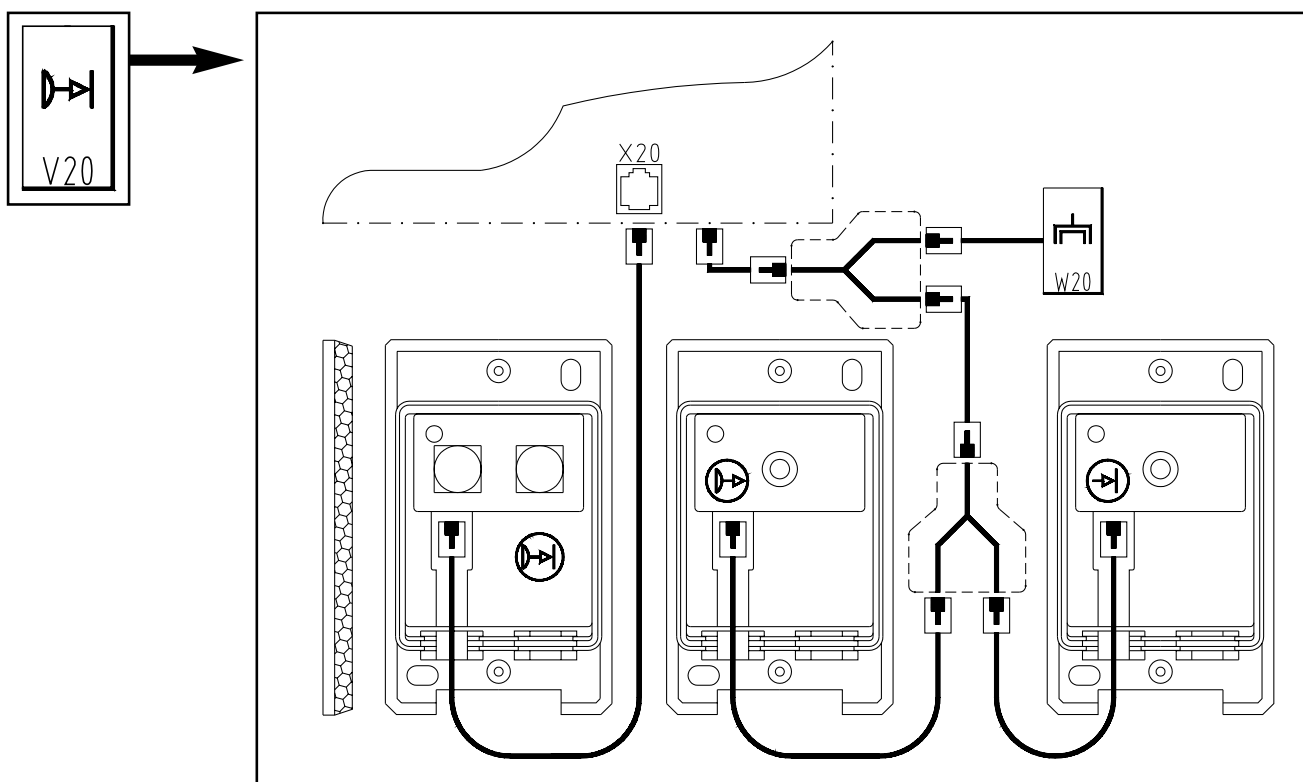

Fig. 11: Collegamento della fotocellula
- Collegare la fotocellula con la presa X20 nella centralina. Il cablaggio della fotocellula avviene come illustrato in fig. 11. Per informazioni più dettagliate leggere le istruzioni per il montaggio della fotocellula.